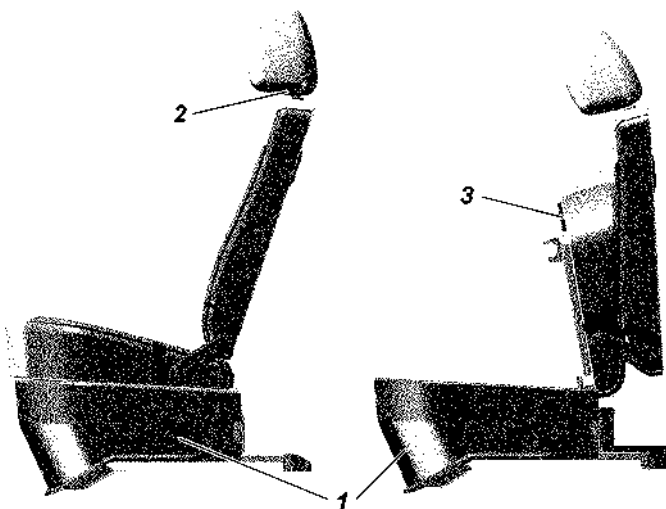

Рис. 3.24. Заднее трехместное сиденье UAZ PICKUP:
**Заднее трехместное сиденье UAZ PICKUP** (рис. 3.24) состоит из трехместной подушки, спинки и регулируемых по высоте съемных подголовников.